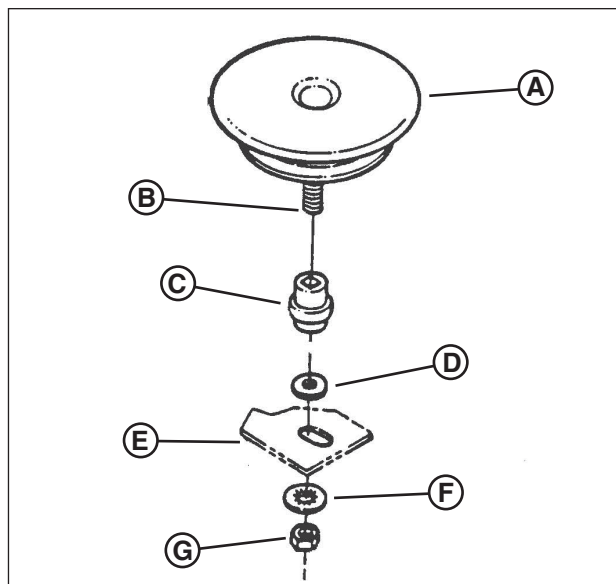

Figure 33: Dépose du disque d'entraînement
5. Tenez l'extrémité fendue du boulon du disque d'entraînement (B, Figure 33) à l'aide d'un tournevis et enlevez l'écrou (G) et la rondelle frein interne (F).
7. Soulevez le disque d'entraînement (A) vers le haut et enlevez la courroie usée.